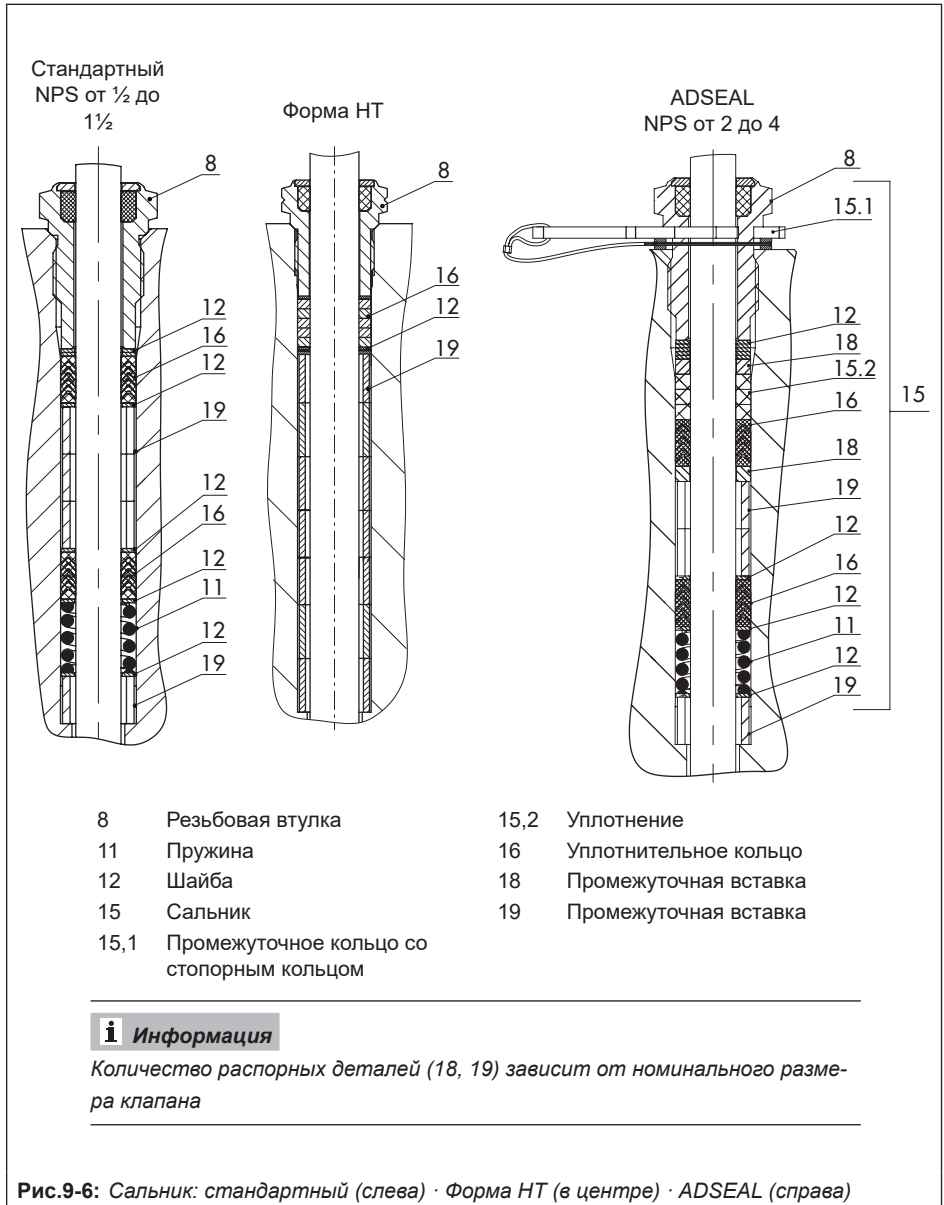

Рис.9-6: Сальник: стандартный (слева) · Форма НТ (в центре) · ADSEAL (справа)
14. Осторожно сдвиньте по штоку плунжера детали сальника в набивочную полость с помощью подходящего инструмента. Соблюдайте правильную последовательность (см. Рис.9-6).
15. Плотно вдавите плунжер (5) в седло (4). Закрепите верхнюю часть (2) гайками корпуса (14). См. раздел 9.4.6.
16. Вкрутите резьбовую втулку (8) и затяните её. Соблюдайте моменты затяжки.
17. Установите раму (60) на верхнюю часть (2) и закрепите её корончатой гайкой (92).
18. Навинтите на шток плунжера контргайку (10) и соединительную муфту (9).
2. Осторожно сдвиньте по штоку плунжера детали сальника в набивочную полость с помощью подходящего инструмента. Соблюдайте правильную последовательность (см. Рис.9-6).
4. Вставьте красное промежуточное кольцо (15.1) между резьбовой втулкой (8) и стопорным кольцом, см. Рис.9-6).
18. Осторожно сдвиньте по штоку плунжера детали сальника в набивочную полость с помощью подходящего инструмента. Соблюдайте правильную последовательность (см. Рис.9-6).
19. Плотно вдавите плунжер (5) в седло (4). Закрепите верхнюю часть (2) гайками корпуса (14). См. раздел 9.4.6.